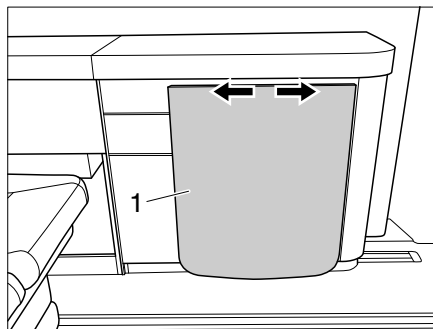

Bild 11 Tisch im Campstar
- ▷ Tischplatte (Bild 11,1) vor dem Verschieben leicht anheben, damit die Möbel nicht verkratzt werden.